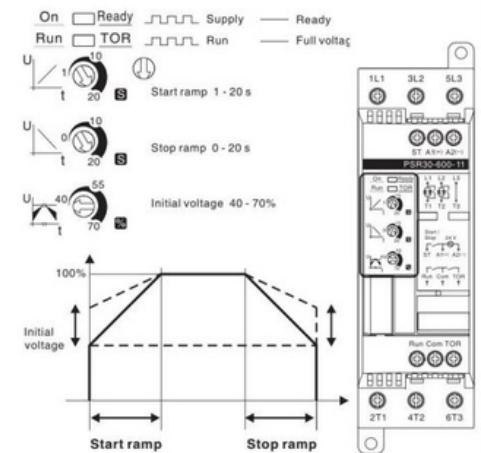

Fig. 1.0 Diagrama de ajustes de fábrica del arranque suave
c. **El VFD funciona en sentido inverso, mientras que el BYPASS funciona en sentido hacia adelante.** (Si el motor gira en sentido inverso en modo VFD y hacia adelante en modo BYPASS, puede existir un problema con el cableado interno de fábrica). Apague la alimentación, bloquee la fuente de energía, verifique la tensión de entrada en el cableado de potencia en los bornes de línea "L1", "L2" y "L3". Una vez confirmado que la alimentación está apagada, abra la tapa del VFD y localice los bornes "91" (L1) y "92" (L2) en el variador. Intercambie los cables en los bornes "91" (L1) y "92" (L2). (Consulte la Fig. 1.0, diagrama de cableado con 3 contactores). Restablezca la alimentación y verifique nuevamente la rotación. Confirme que la rotación del motor en modo VFD sea hacia adelante. Una vez verificado, cambie al modo BYPASS y confirme que la rotación en BYPASS sea hacia adelante. Cuando se confirme la rotación correcta en ambos modos, continúe con la puesta en servicio del variador y la configuración según sea necesario. Si los problemas persisten, comuníquese con el personal de fábrica de J&L para soporte técnico.
d. **El VFD funciona en sentido hacia adelante, mientras que el BYPASS funciona en sentido inverso.** (Si el motor gira en sentido hacia adelante en modo VFD y en sentido inverso en modo BYPASS, puede existir un problema con el cableado interno de fábrica). Apague la alimentación, bloquee la fuente de energía, verifique la tensión de entrada en el cableado de potencia en los bornes de línea "L1", "L2" y "L3". Una vez confirmado que la alimentación está apagada, localice el relé de sobrecarga dentro del gabinete de Bypass. Localice los bornes "T1" y "T2" en el relé de sobrecarga. Intercambie los cables en los bornes "T1" y "T2". (Consulte la Fig. 1.0, diagrama de cableado con 3 contactores). Restablezca la alimentación y verifique nuevamente la rotación. Confirme que la rotación del motor en modo VFD sea hacia adelante. Una vez verificado, cambie al modo BYPASS y confirme que la rotación en BYPASS sea hacia adelante. Cuando se confirme la rotación correcta en ambos modos, continúe con la puesta en servicio del variador y la configuración según sea necesario. Si los problemas persisten, comuníquese con el personal de fábrica de J&L para soporte técnico.